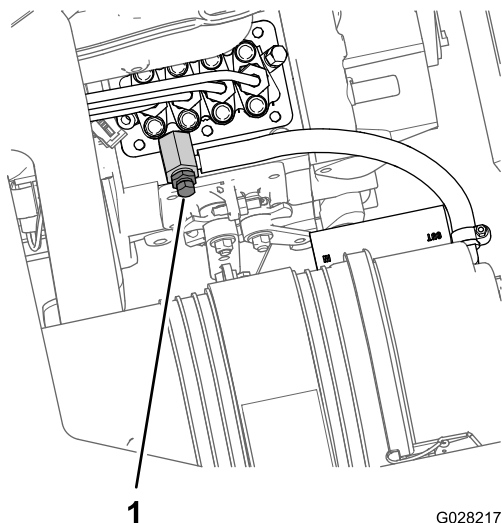

Рисунок 76
8. Поместите сливной поддон под ту часть двигателя, где находится насос для впрыска топлива (Рисунок 76).
9. Выверните винт стравливания воздуха из насоса для впрыска топлива (Рисунок 76).
11. Оставьте ключ в положении Вкл. до тех пор, пока через продувочный винт не начнет вытекать сплошной поток топлива (Рисунок 76).
12. Затяните продувочный винт (Рисунок 76) и поверните ключ в положение Выкл.